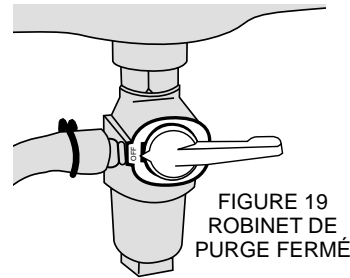

FIGURE 19
3. Fermer le robinet de carburant en tournant le robinet de purge dans le sens horaire à la position horizontale illustrée à la figure 19.